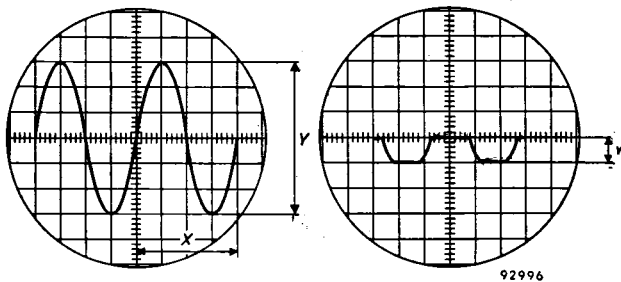

Fig 2. Ijking van de verticale beeldhoogte
a. **Spanningsijking** (zie fig. 2)